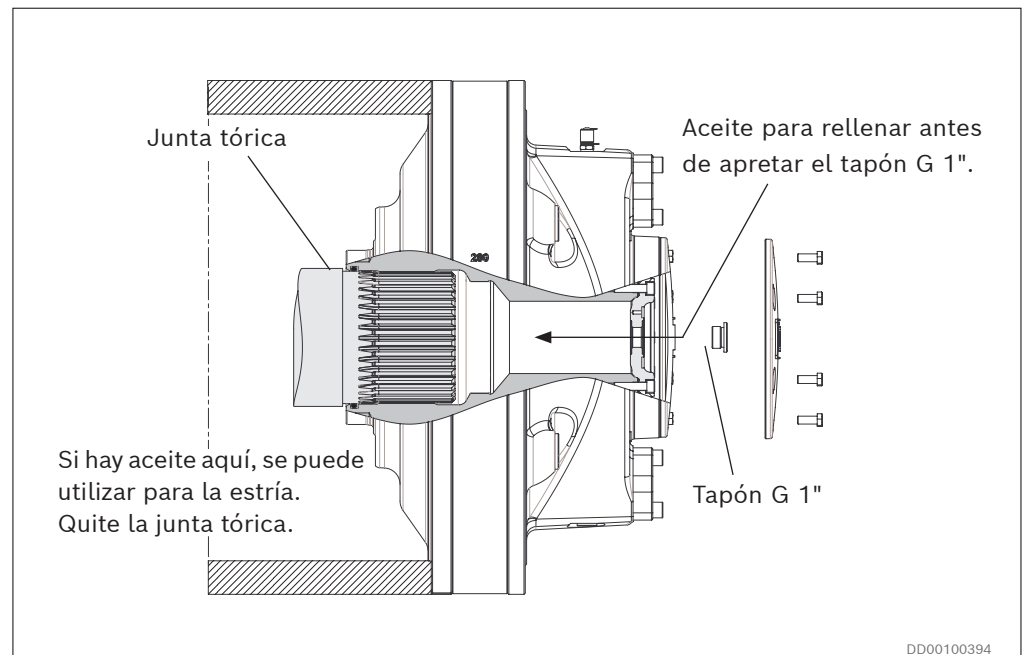

Fig. 44: Motor instalado con brida, eje horizontal
2. Rellénelo de aceite hidráulico hasta la rosca G 1". Ver *Fig. 44*.